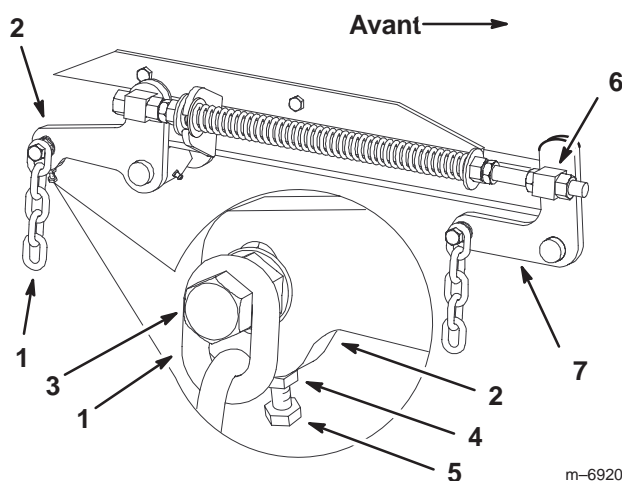

Figure 65
7. Si la distance mesurée au point **B** ou **C** n'est pas correcte, desserrez le boulon de fixation de la chaîne arrière au bras de support arrière (Fig. 65).